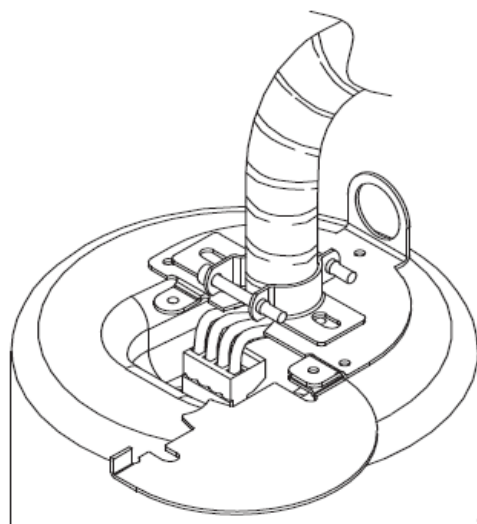

Рисунок 15. Альтернативное крепление
2. Если используется гибкий или жесткий кабельный канал, можно использовать альтернативное крепление. См. инструкции по установке и рисунок 15, показанный ниже.